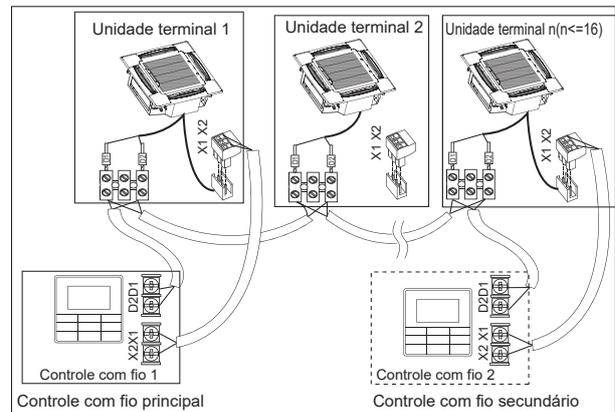

Figura 6.8
- Use 1 controle com fio para controlar várias unidades terminais ou 2 controles com fio (um principal e um secundário) para controlar várias unidades terminais (consulte a Figura 6.8);